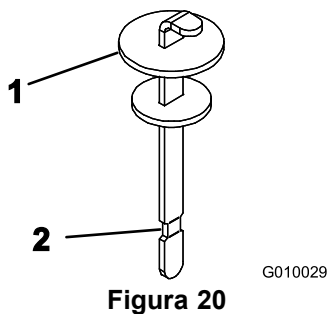

Figura 20
4. Retire la varilla del cuello de llenado y límpiela con un paño limpio. Inserte la varilla en el cuello de llenado; luego retírela y compruebe el nivel del aceite. El nivel de aceite debe llegar a la marca de la varilla (Figura 20).